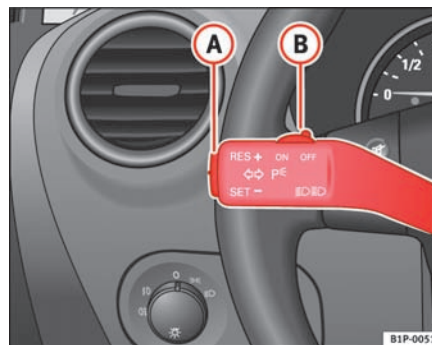

Fig. 124 Blink- og fjernlysarm: kontakt og vippeknop til fartpilot
- Tryk et kort øjeblik på den nederste del **SET** af vippeknappen ⇒ fig. 124 (A), når den hastighed, der skal gemmes, er nået.